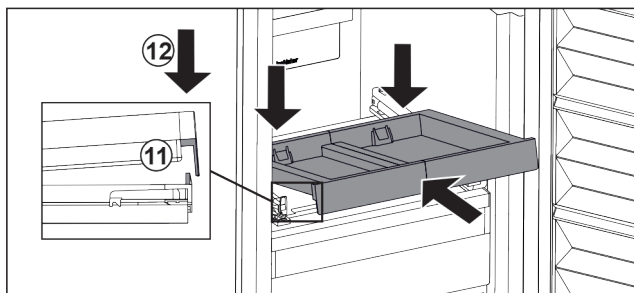

Fig. 100
- ▶ Schräg einschieben. Darauf achten, dass auf beiden Seiten der Anschlag hinter der Lasche ist. Fig. 100 (11)
- ▶ Auszugsbord vorne absetzen. Fig. 100 (12)